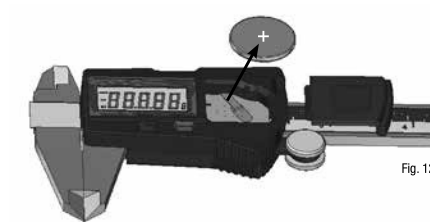

Fig. 12
- Retire la tapa de la batería (9) usando el pulgar, y con una leve presión deslice cuidadosamente la tapa de la batería hacia la derecha. Posicione su dedo en la pequeña área en la esquina superior izquierda de la batería y levántela (Fig. 12).